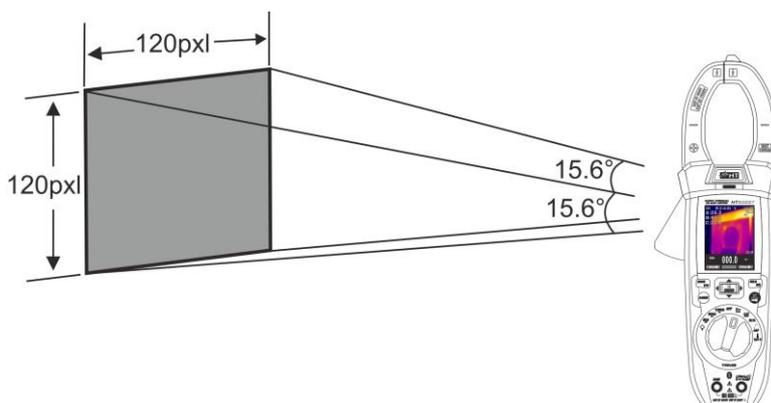

Fig. 43: Rappresentazione del FOV dello strumento HT9025T
7. Per misure accurate di temperatura assicurarsi che la superficie dell'oggetto in prova sia sempre maggiore della superficie effettivamente misurabile dallo strumento espressa dal suo campo visivo (FOV = Field Of View). Lo strumento HT9025T ha un campo visivo pari a $15.6^\circ \times 15.6^\circ$ e un vettore di rilevazione di 120×120 (14400) pxl come mostrato in Fig.43